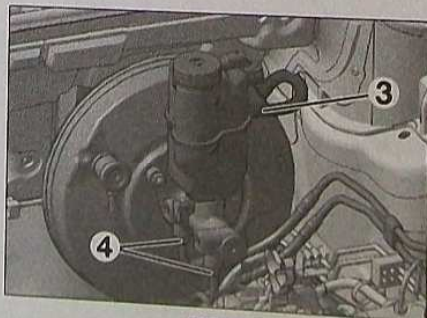

FIG.3
- Le tuyau (3) de la commande hydraulique (Fig.3).
- Les tuyaux de frein (4).